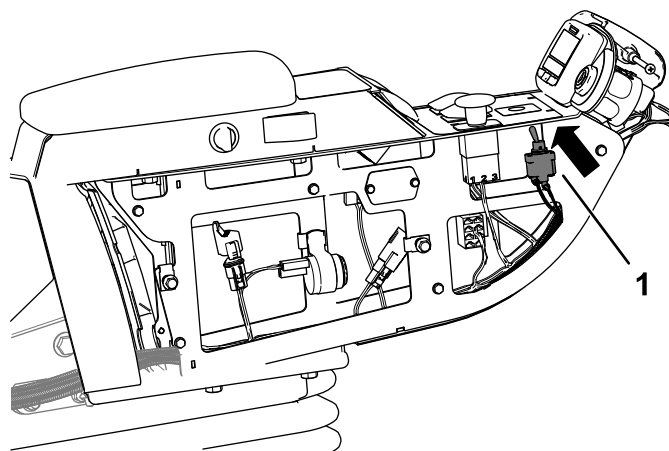

Рисунок 21
7. Протяните тумблерный переключатель вместе со жгутом проводов через среднюю консоль и вверх к просверленному отверстию (Рисунок 21).